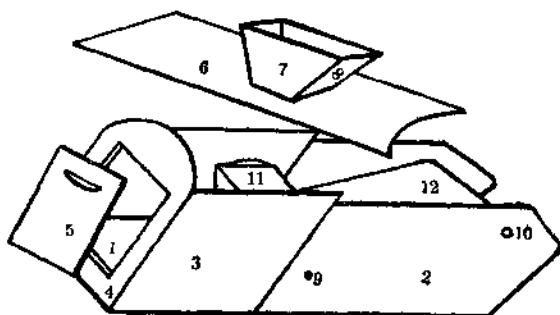

图 1
11. 把电动机装在从动轮下方，用细绳连接主动轮与从动轮作为传动。装电动机时要注意，主动轮、从动轮要在同一平面内，使传动不受阻滞。这样就装配成图 1 所示的模型脱粒机。
制法: 先从图 1 认识零件、部件名称, 然后开始制作。